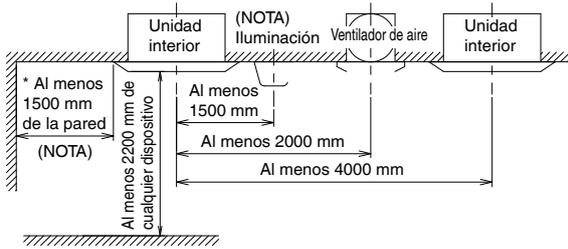

Fig. 2
- Toda ventilación, accesorio para luz u otro artefacto que pueda afectar la circulación del aire puede hacer que se ensucie la cara superior si se encuentra demasiado cerca, siga la Fig. 2 al hacer la instalación.